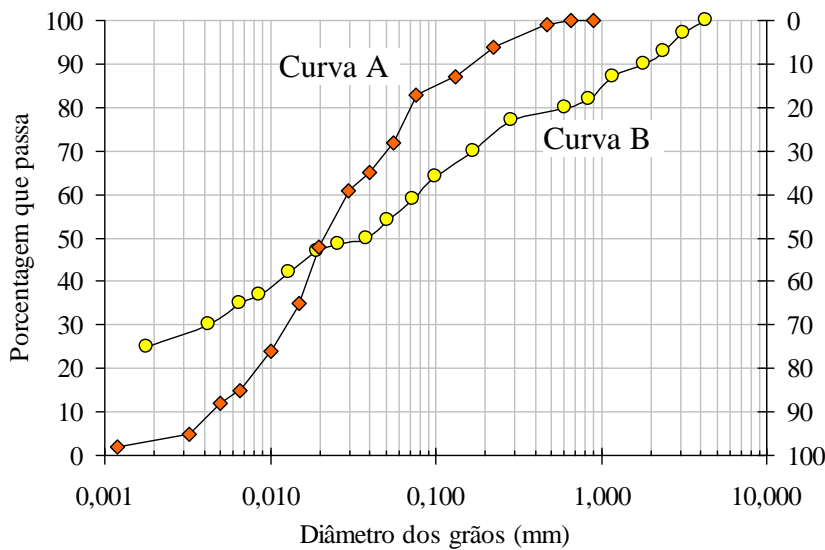

Figura 3: Curvas granulométricas.
3. Interprete e determine os dados pedidos na tabela ao lado da Figura 3.